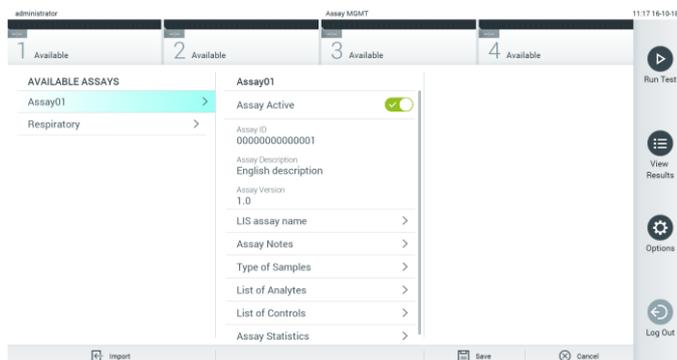

Figure 56. Activation du dosage.
7. Le dosage devient actif si vous sélectionnez Assay Active (Dosage actif) (figure 56).